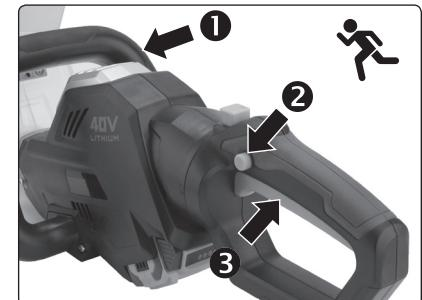

Abb. 6, Einschalten der Akku-Schere
- Aus Sicherheitsgründen muss für die Inbetriebnahme der Akku-Schere die **Sicherung des Betriebsschalters am vorderen Griff, dann am hinteren Griff und zuletzt der Betriebsschalter selbst gedrückt werden**, siehe Abb. 6.